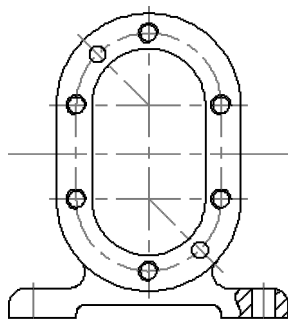

图 14-29 绘制底座螺栓孔
(8) 绘制底座螺栓孔。单击“默认”选项卡“修改”面板中的“偏移”按钮, 将竖直中心线向左右各偏移 35; 再将偏移后的右侧中心线向两侧各偏移 3.5, 并将偏移后的直线设置为“粗实线层”。切换到“细实线层”, 单击“默认”选项卡“绘图”面板中的“样条曲线拟合”按钮, 在底座上绘制曲线构成剖切界线; 切换到“剖面层”, 单击“默认”选项卡“绘图”面板中的“图案填充”按钮, 绘制剖面线, 结果如图 14-29 所示。